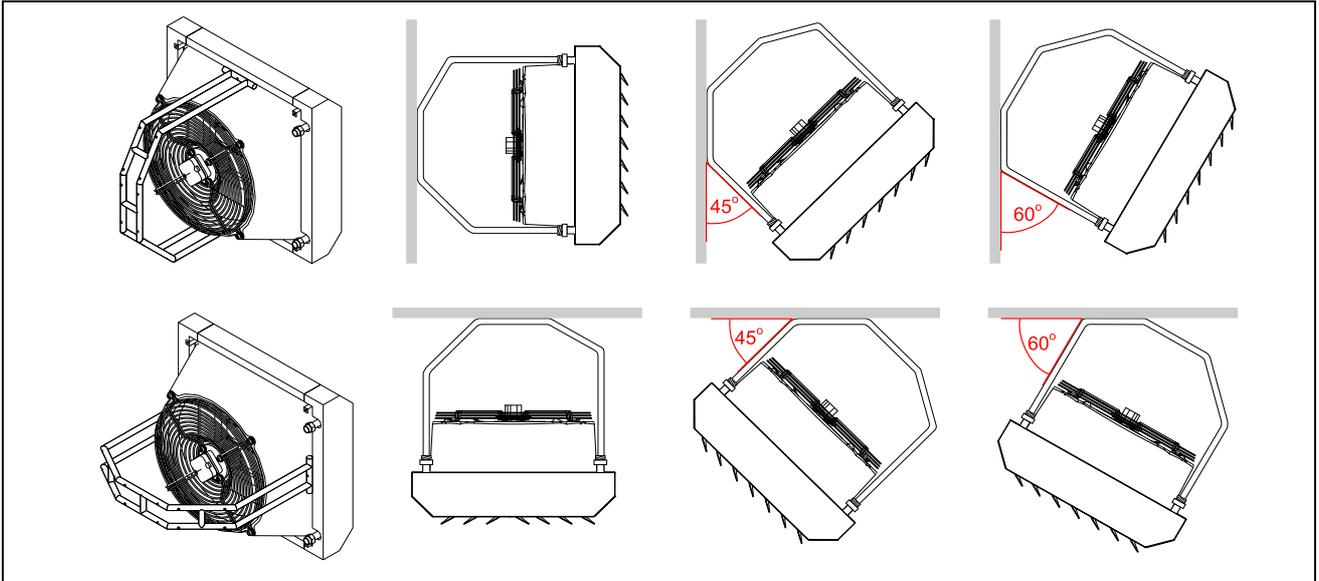

Figura 11
- Le ventilanti possono essere posizionate parallelamente alla parete, inclinate di 45° o di 60° rispetto alla parete (Figura 11).